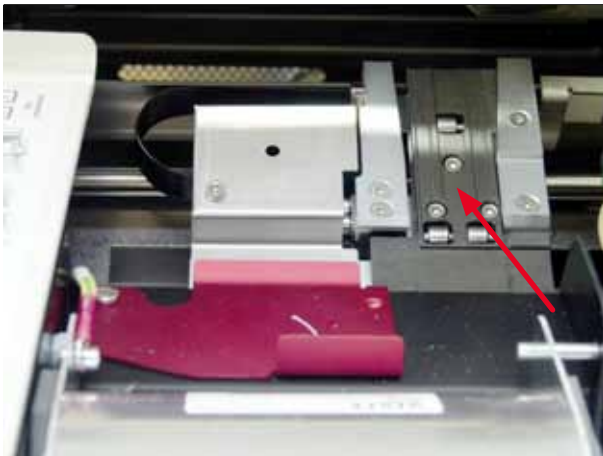

Fig. 45
- Estação de transporte (→ "Fig. 45")